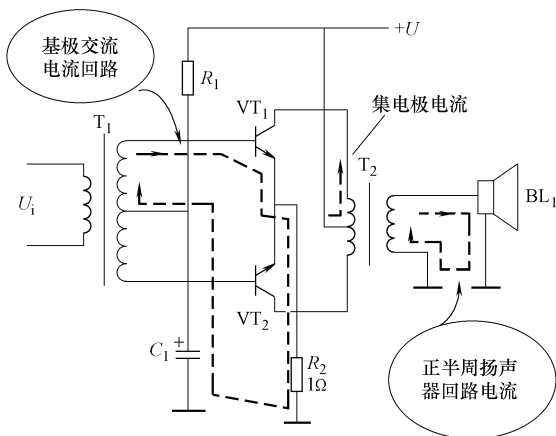

图 11-124  $VT_1$  管导通放大时信号电流回路示意图
5)  $VT_1$  管导通放大过程分析。如图 11-124 所示是  $VT_1$  管导通放大时信号电流回路示意图，正半周信号电流在  $VT_1$  管基极回路流过，这时  $VT_1$  管集电极电流流过输出变压器抽头以上一次线圈，在  $T_2$  二次回路输出信号电流，这一电流流过扬声器  $BL_1$ ，使  $BL_1$  发声。